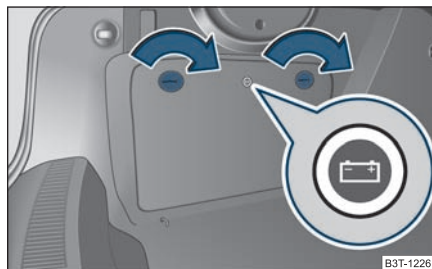

Abb. 207 Gepäckraum:
- Das Fach mit dem Symbol  öffnen Sie durch Drehen der Verschlüsse z. B. mit einer Münze oder mit einem flachen Schraubendreher in Pfeilrichtung ⇒ Abb. 207.